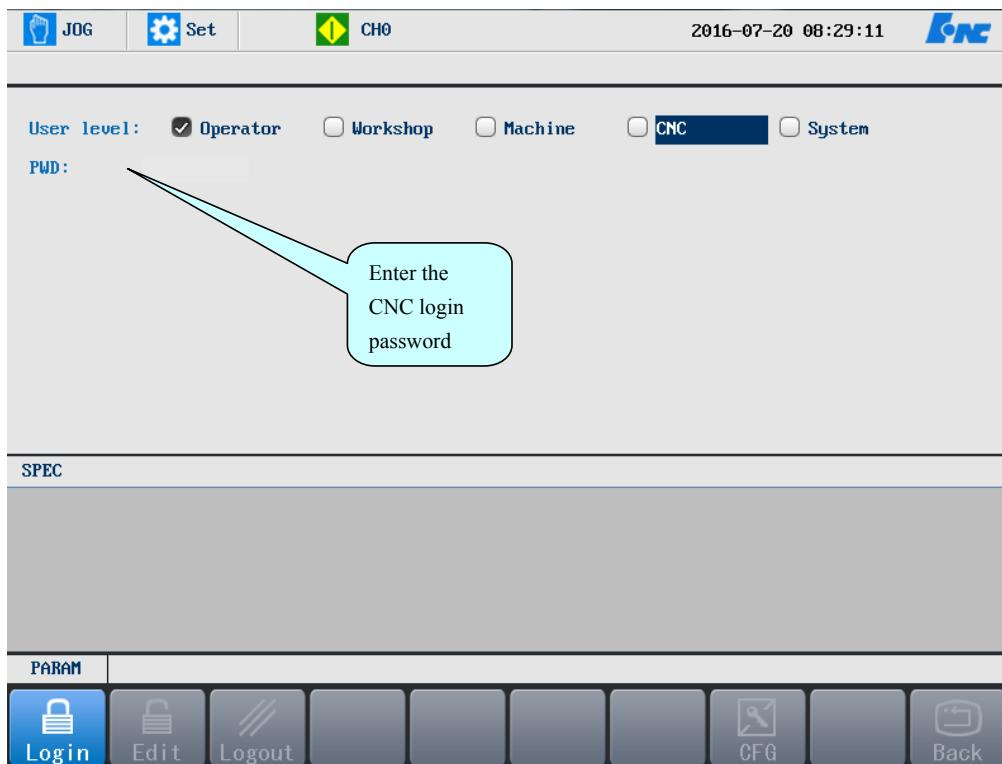

Figure 1.3.1 Login
1. Press **Set** > **PARAM** (F10) > **Rights** (F7) > **User level** > **Login** (F1) (See Figure 1.3.1).
1. Press **Set > PARAM (F10) > Rights (F7) > User level > Login (F1)** (See Figure 1.3.1).